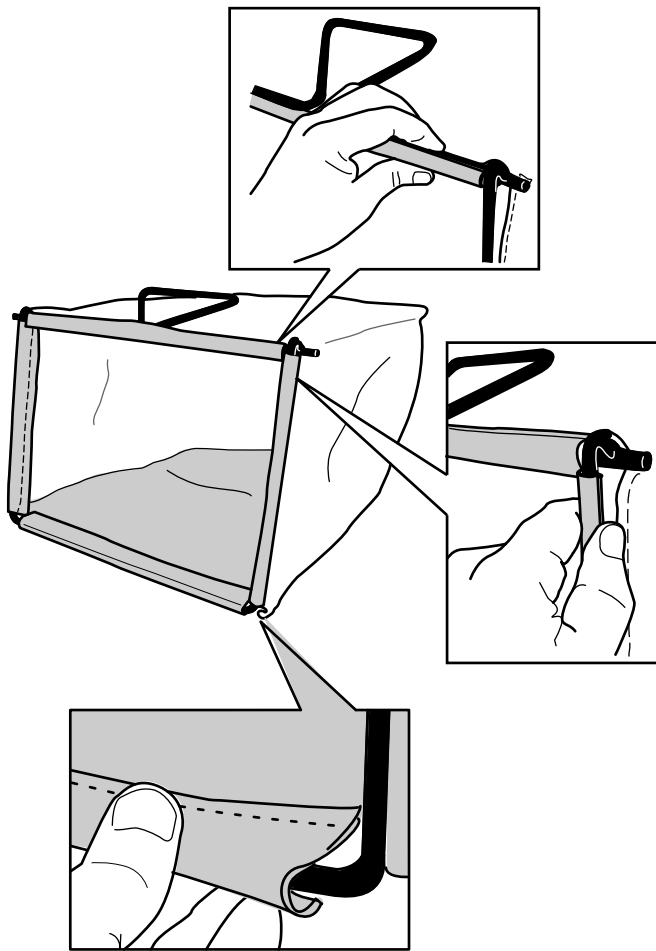

Bild 8
2. Haken Sie den unteren Kanal des Grasfangkorbs an der Unterseite des Rahmens ein (Bild 8).
3. Haken Sie die oberen und seitlichen Kanäle des Grasfangkorbs an der Oberseite und der Seite des Rahmens ein (**Bild 8**).